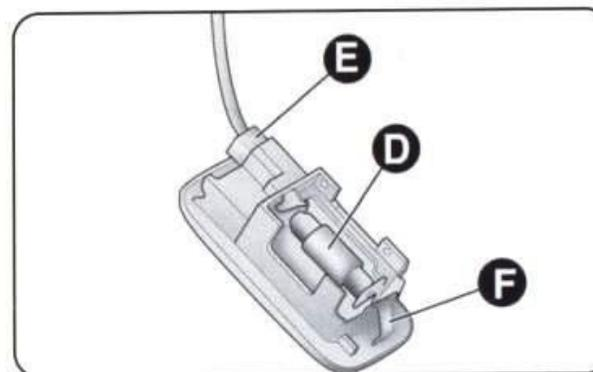

рис. 37
- выведите из зацепления защелки С и снимите защитную крышку В, извлеките лампу D (рис. 37), разведя контакты в стороны;
- установите фонарь сначала одной стороной Е (рис. 37), а затем другой до щелчка фиксатора F.